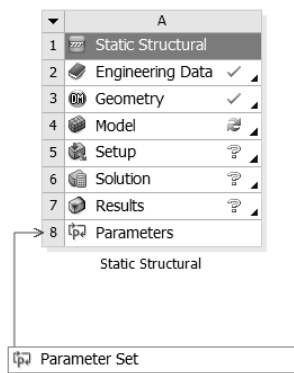

图 18-6 参数化设置
Step4 :单击 DesignModeler 界面右上角的 (关闭) 按钮,退出 DesignModeler, 返回到 Workbench 主界面,此时项目流程图表如图 18-6 所示,下面出现的 Parameter Set 可以进行参数化设置。